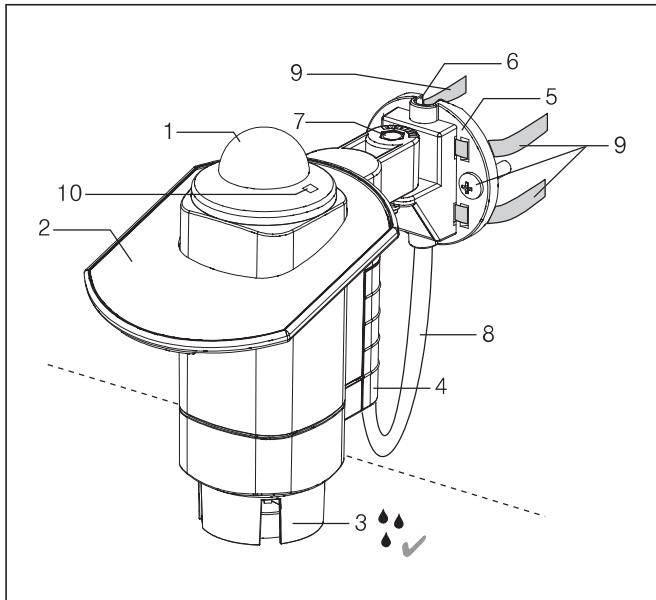

Abb. 1 Wetterstation
- Die Anschlussleitung muss so verlegt werden, dass kein Wasser ins Gerät eintragen kann (siehe Abb. 1). Verwenden Sie hierfür eine witterungsbeständige (für den Außeneinsatz geeignete) Leitung wie z. B. 4x AWG26C UL sw.